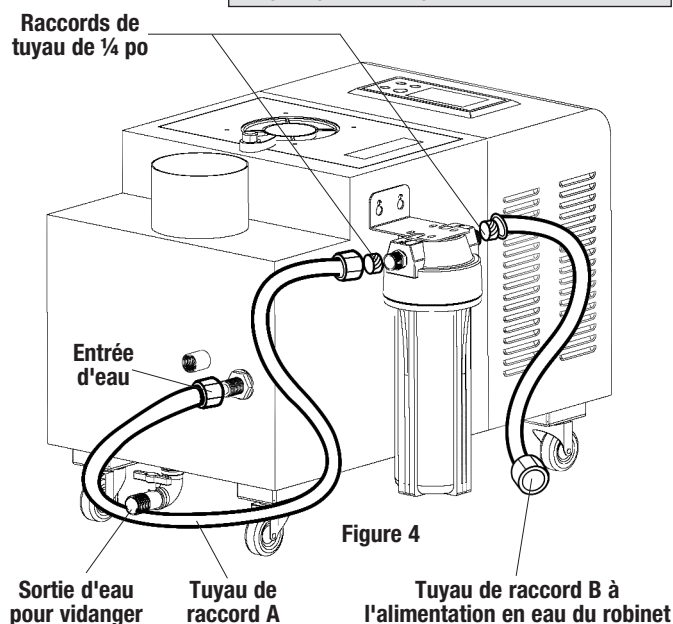

Figure 4
- Tuyau A : Connectez une extrémité au filtre et l'autre extrémité au port d'entrée d'eau de l'appareil (Figure 4).
1. Retirez toute l'eau du réservoir d'eau en utilisant la sortie d'eau (voir figure 4).